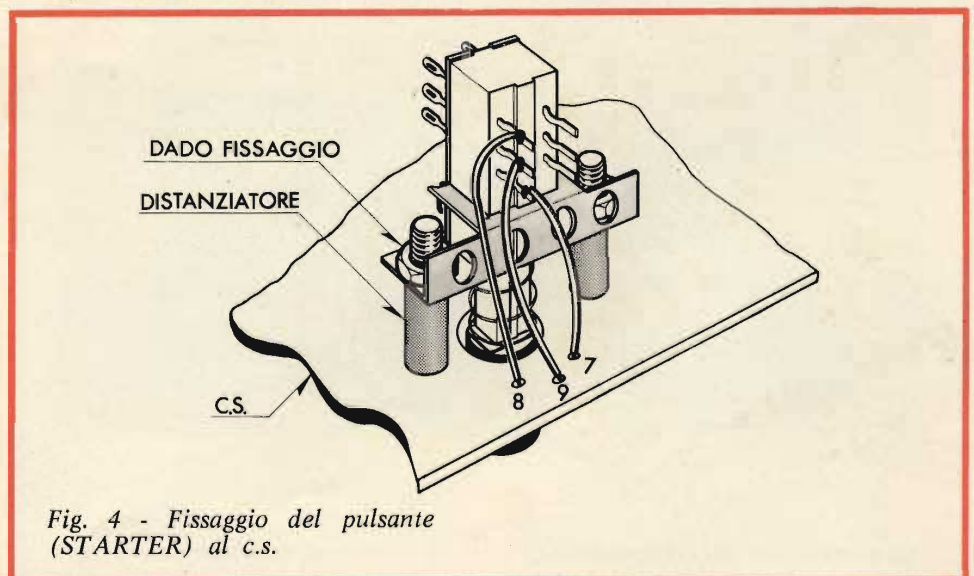

Fig. 4 - Fissaggio del pulsante (STARTER) al c.s.
- Fissare lo starter al c.s., come indicato in fig. 4, mediante due viti 3MA x 15 e relativi distanziatori e dadi.